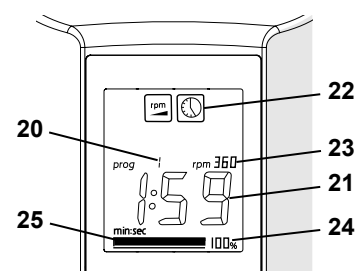
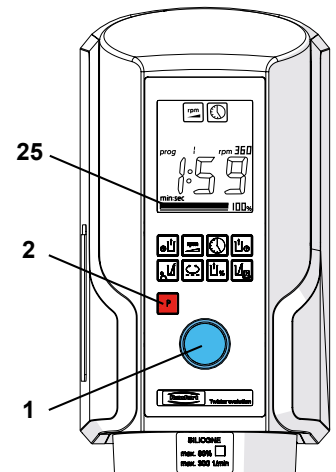

Fig. 7
Fig. 8
- ⇒ Pressionar a tecla "P" (programa) (2).
- ⇒ Selecionar o programa girando o botão de controle (1).
- ◆ Serão exibidos (Fig. 7):
- ⇒ Acoplar o copo (15) ao aparelho.
- ⇒ Soltar apenas quando o copo se mantiver sozinho e a barra indicadora do vácuo estiver acima da metade (25, Fig. 8)!